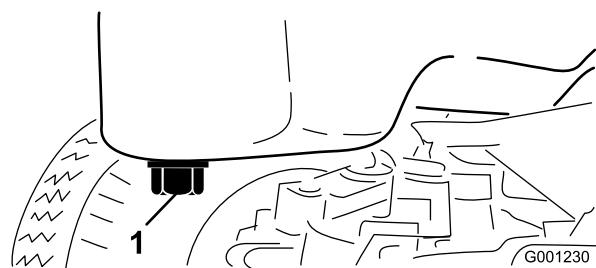

Figura 49
- Coloque um recipiente de drenagem debaixo do recipiente do óleo e alinhe-o com o tampão de escoamento (Figura 49).